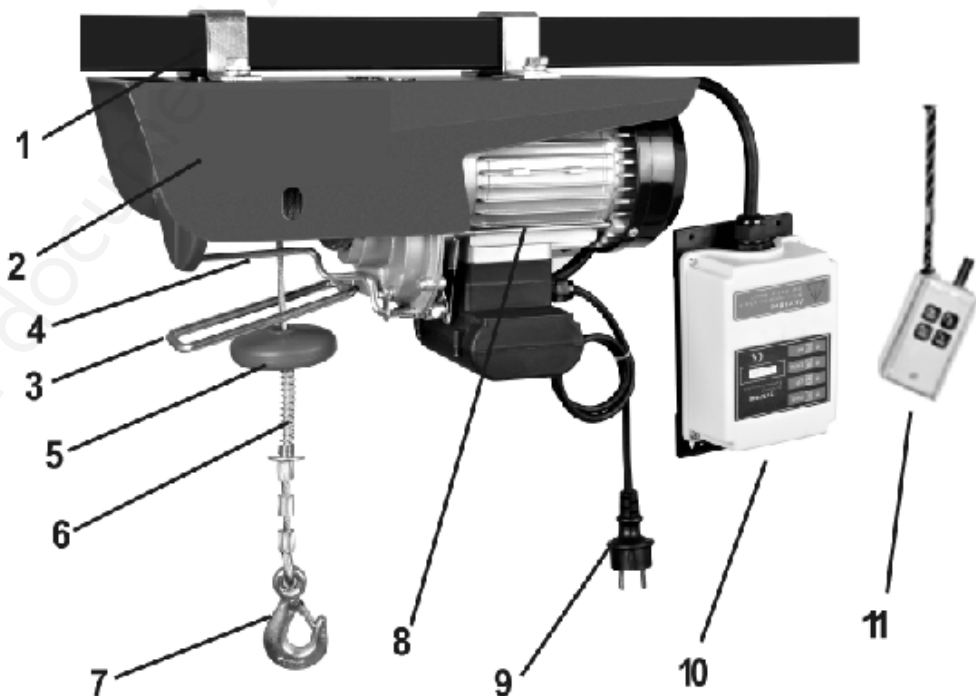

Fig. 1
2. Le treuil est commandé à partir du boîtier de commande (fig. 1, 10). Si le bouton est poussé vers le haut, la charge est soulevée. Si le bouton est poussé vers le bas, la charge est abaissée. Ne passez jamais directement d'une position à l'autre. Arrêtez toujours le treuil avant de changer de direction.
3. En cas d'urgence, ou pour empêcher un redémarrage, appuyez sur le bouton d'arrêt d'urgence (fig. 1, 9) pour stopper immédiatement le treuil. Pour que le treuil soit à nouveau opérationnel, tournez le bouton d'arrêt d'urgence vers la droite, ce qui va déverrouiller la clé rouge.